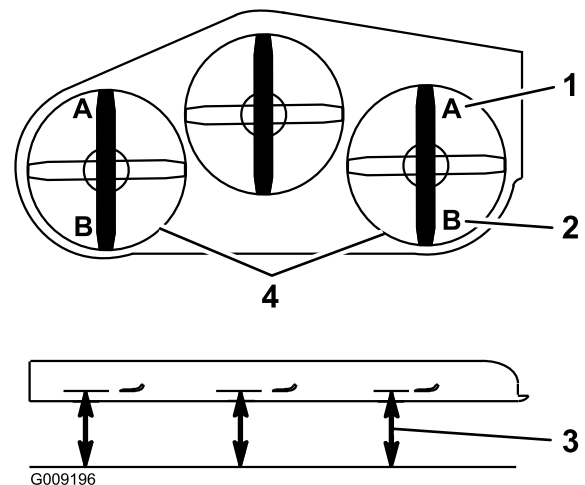

Figura 98
9. En ambos lados de la carcasa, mida desde la superficie nivelada hasta la punta delantera de la cuchilla (Posición A), según se muestra en la Figura 98.
16. En ambos lados de la carcasa, mida desde la superficie nivelada hasta la punta trasera de la cuchilla (Posición B), según se muestra en Figura 98.